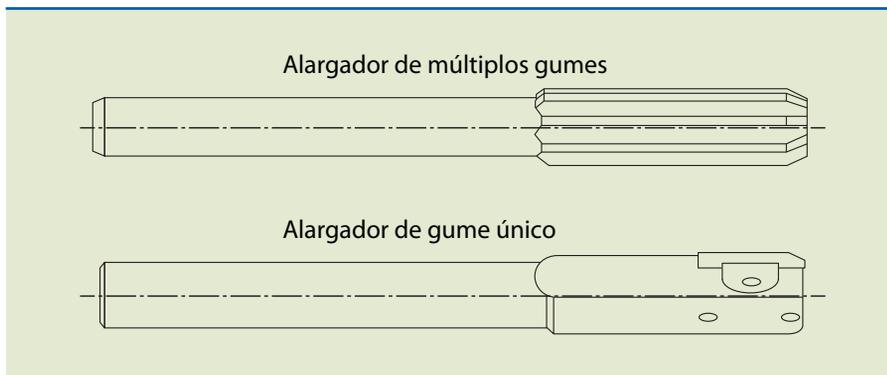

Figura 10.11
- ao número de dentes, como de cortes múltiplos ou gume único (figura 10.11).